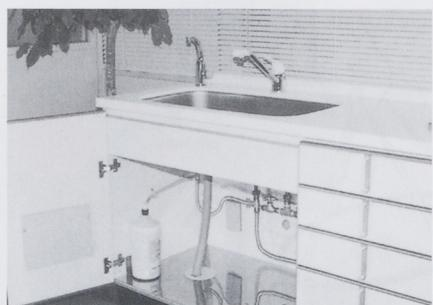

図3 アンダーシンクタイプ（AWJ-42）
- ③アンダーシンク（ビルトイン）タイプ（図3）
当社では、既にアンダーシンクタイプの浄水器AWJ-42（図3）のOEM供給を行っているが、システムキッチンの低価格化が進む中で、アンダーシンク浄水器の価格に割高感が感じられるようになってきた。